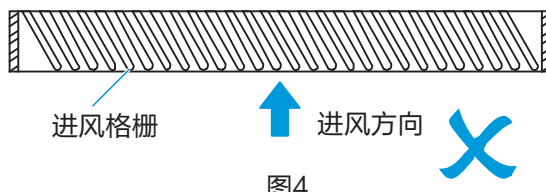

图4
- 进风格栅角度与进风方向不应有角度，否则会导致噪音增大。如图4为进风格栅不正确制作方法。